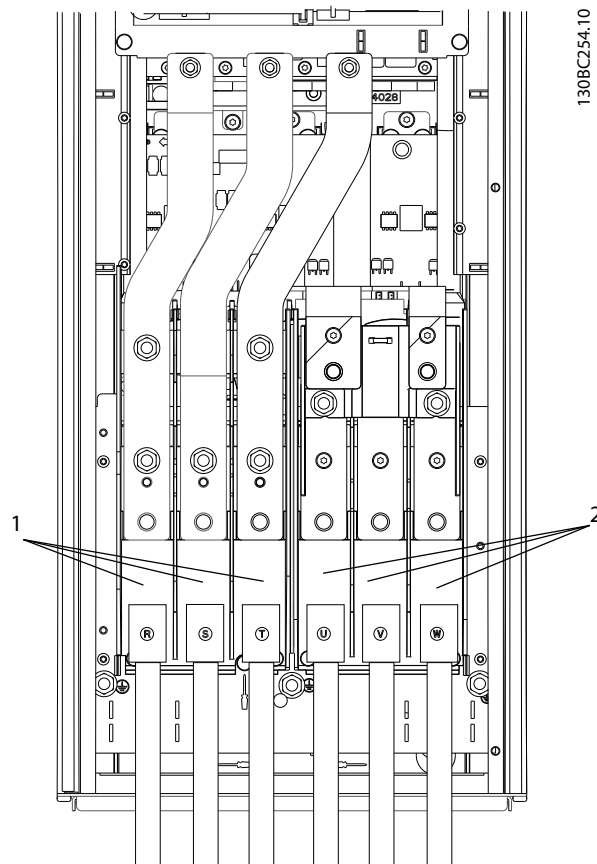

図 2.23 交流主電源への接続
- 3 相交流入力電力のワイヤを端子 L1、L2、L3 に接続します（図 2.23 を参照）。